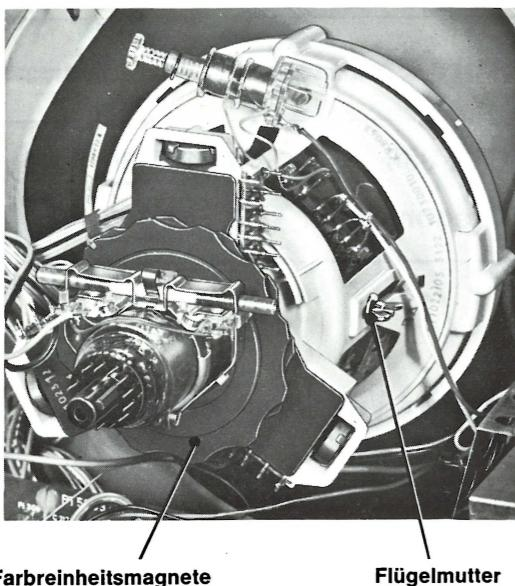

Fig. 2
2. Flügelmutter am Ablenksystem (Fig. 2) lösen und Ablenksystem so weit auf dem Hals verschieben, bis ein roter Fleck erscheint (Fig. 5).